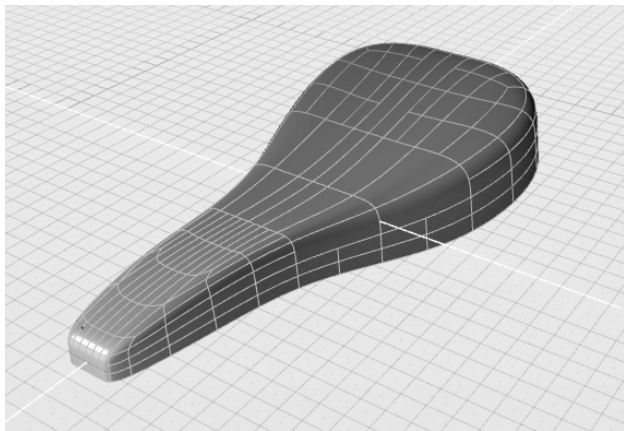

图 7-75 获得光顺的合并曲面
2) 使用“合并 PolyNURBS”工具, 对多边平面及其镜像对象进行合并, 获得光顺的合并曲面, 如图 7-75 所示。